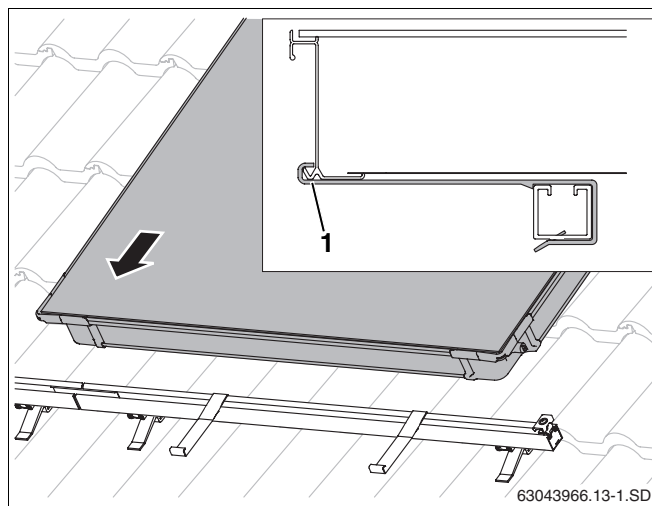

Fig. 42 Posizionamento del primo collettore sulle guide profilate
- Posare il primo collettore sulle guide profilate e farlo scivolare dentro la sicurezza anti scivolamento (fig. 42).
Il bordo inferiore del collettore deve trovarsi nell'apertura della sicurezza anti scivolamento (fig. 42, **pos. 1**).